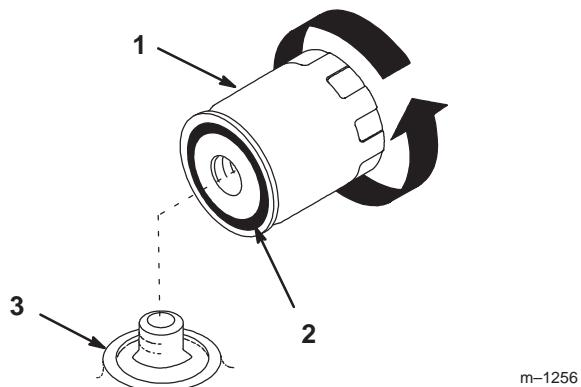

Bild 22
2. Entfernen Sie den alten Filter und wischen Sie die Dichtfläche am Anbaustutzen (Bild 22) ab.
3. Ölen Sie die Gummidichtung am Ersatzfilter (Bild 22) leicht mit Frischöl ein.
4. Setzen Sie den ErsatzölfILTER auf den Anbaustutzen auf. Drehen Sie den Ölfilter im Uhrzeigersinn, bis die Gummidichtung den Anbaustutzen berührt. Ziehen Sie den Filter dann um eine weitere 1/2 Umdrehung fester (Bild 22).